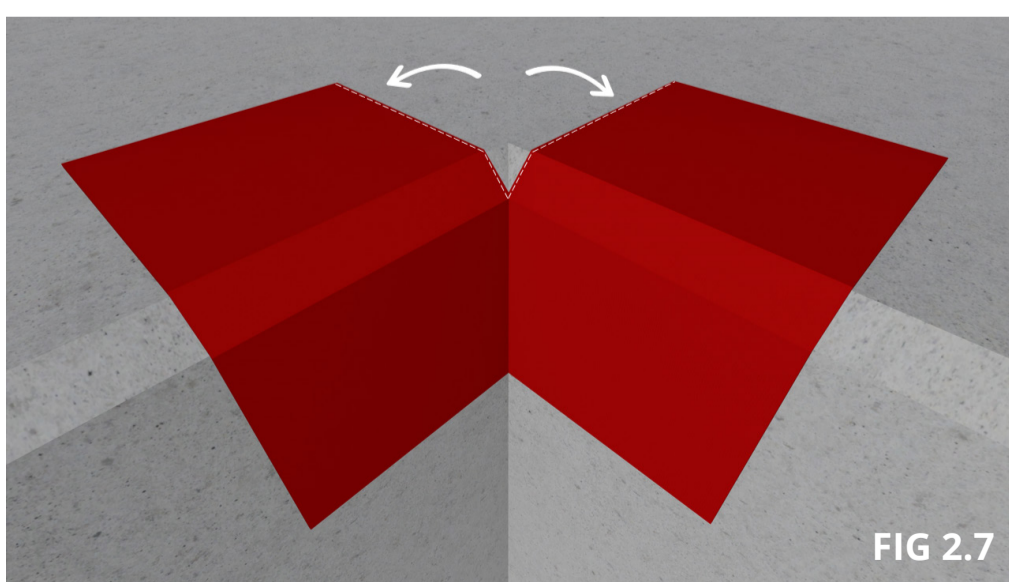

FIG 2.7
- Montera membranet enligt fig 2.7